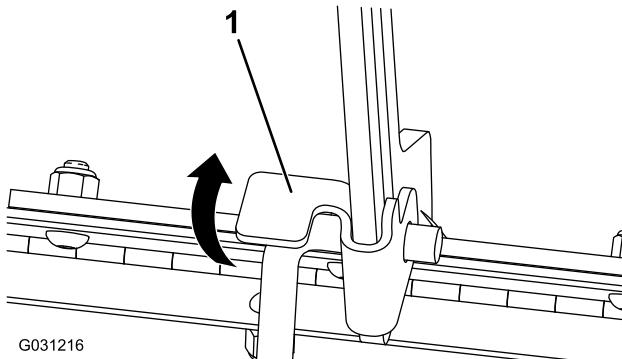

Figura 37
1. Levante la pestaña que sujetla la varilla de soporte (Figura 37)